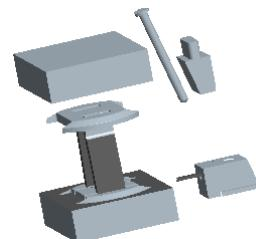

图 27.68 移动后的状态
Step4. 在 **▼ DEFINE STEP (定义步骤)** 菜单中选择 **Done (完成)** 命令，完成浇注件和销的开模动作，如图 27.68 所示。